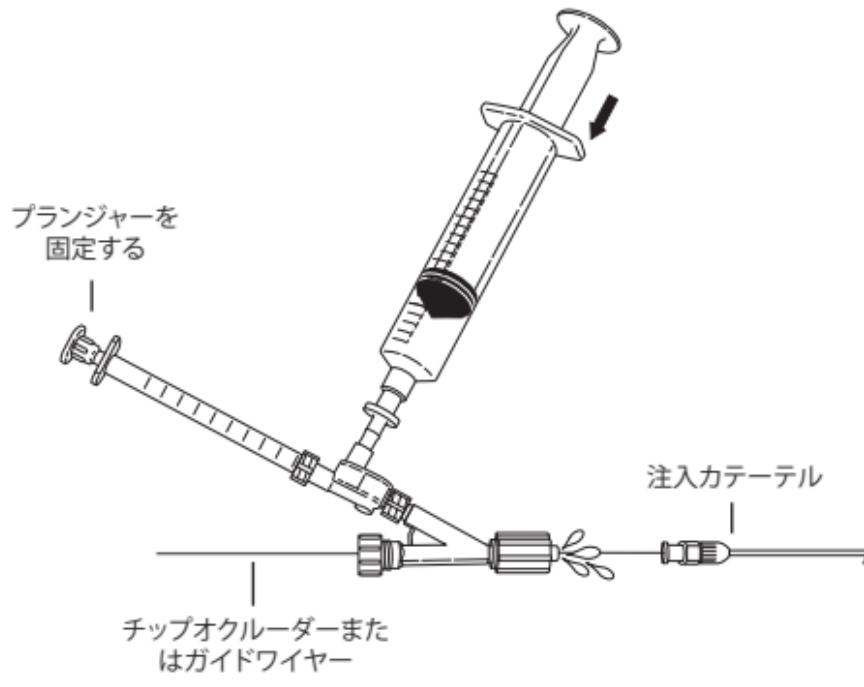

図5
7. デュアルチェックバルブとTuohy-Borstアダプターを注入カテーテルに取り付けるときは、Tuohy-Borstバルブを緩めチップオクルーダーの上にアセンブリをスライドさせます。アセンブリをカテーテルに取り付ける前に、1 mlシリングのプランジャーが動かないように保持した状態で20 mlシリングを押し込み、アセンブリから空気がすべて除去されたことを確認します。Tuohy-Borstアダプターのルアーロック接続部の溶液が盛り上がった状態にしてから、注入カテーテルを接続します。(図5)